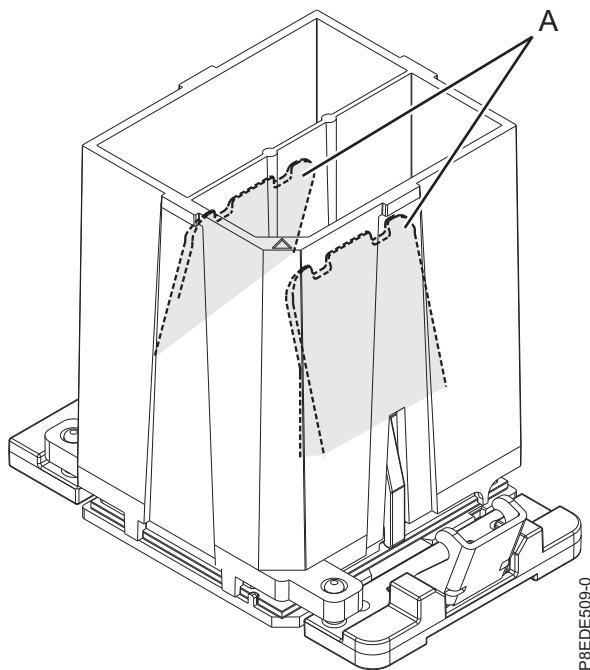

Figure 130. Retrait de l'outil du module processeur système
- c. Une fois que les trous et les broches de guidage de l'outil et du module processeur système sont correctement alignés, appuyez sur les deux pattes de déverrouillage de couleur bleue (A) et maintenez cette pression jusqu'à ce qu'une butée soit atteinte, comme illustré dans la figure 130, à la page 115. Ensuite, soulevez l'outil hors du module processeur système.